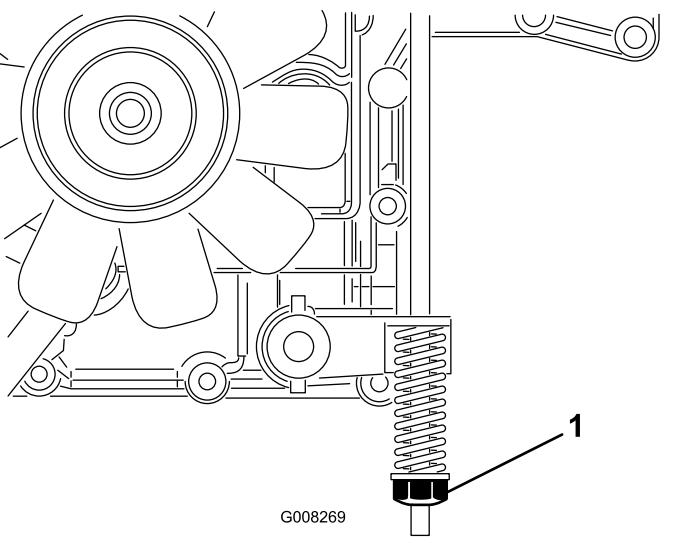

Figure 38
Le frein de stationnement se trouve du côté droit de l'essieu arrière, à l'intérieur du pneu arrière (Figure 38).
3. Tournez l'écrou de réglage dans le sens horaire jusqu'à ce qu'il soit impossible de pousser la machine (Figure 38).